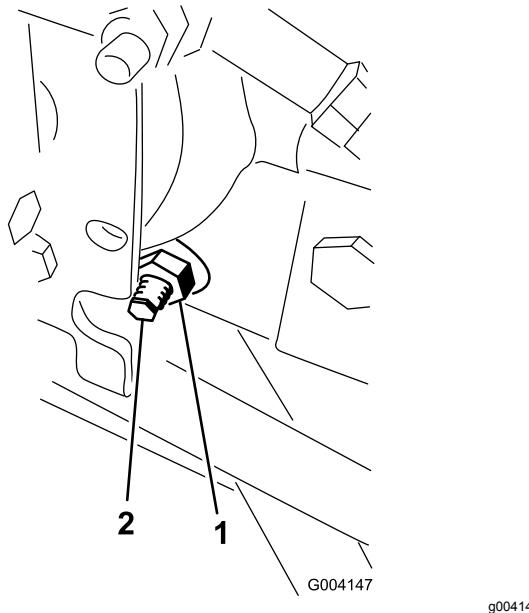

Bild 82
3. Lösen Sie rechts am Hydrostat die Sicherungsmutter an der Fahrantrieb-Einstellnocke (Bild 82).